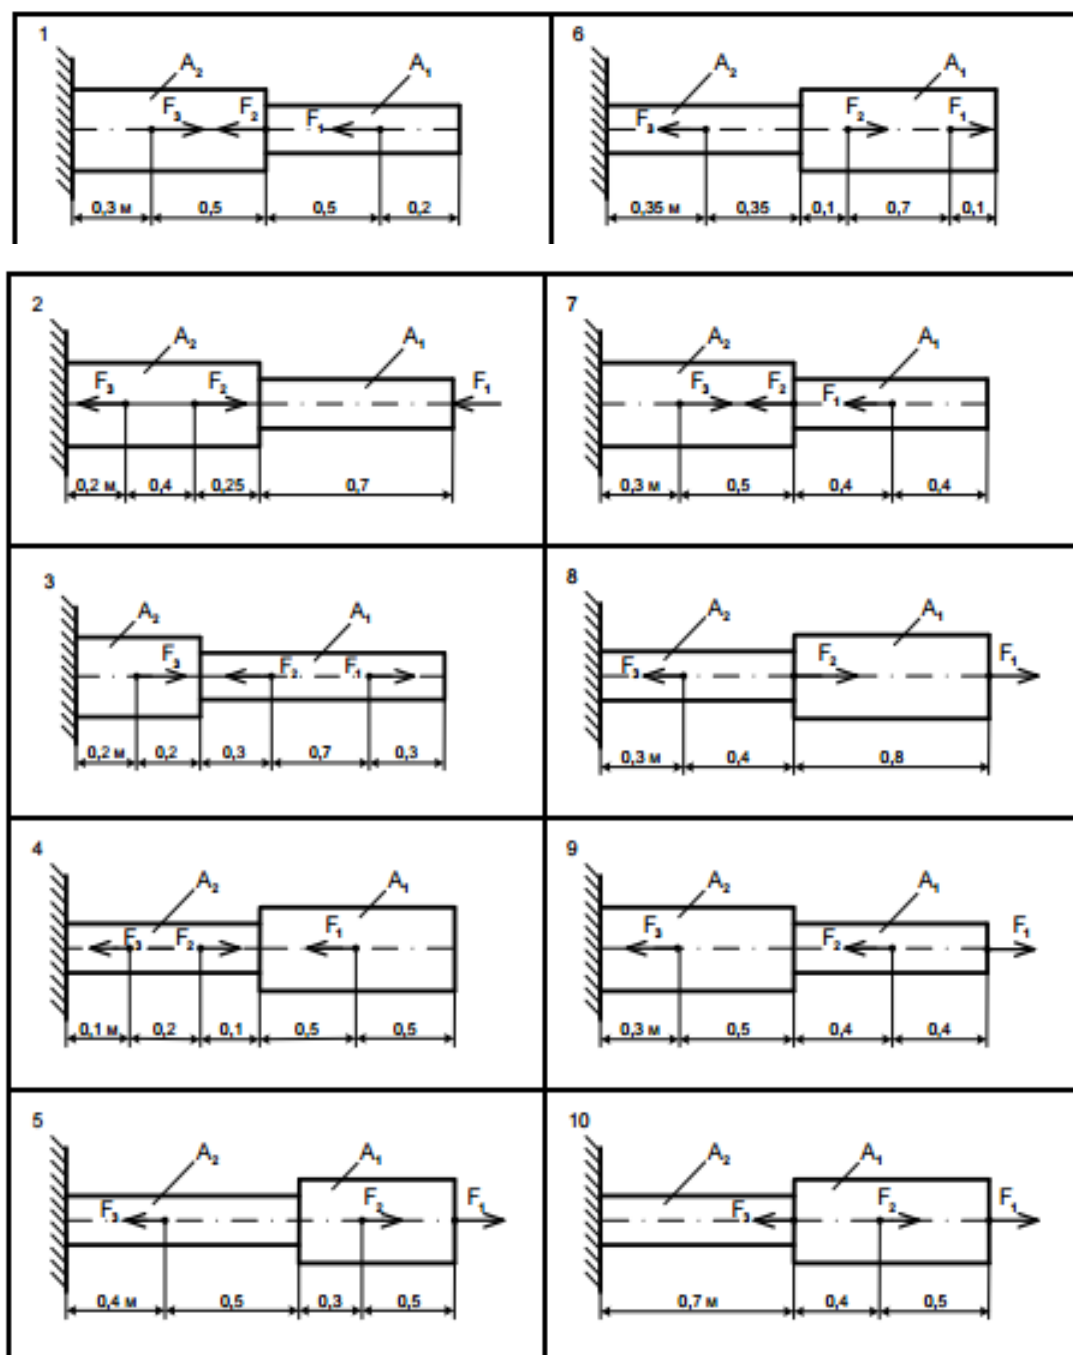

Рисунок 5. Исходные схемы
1. Ознакомится с заданием рисунок 5.